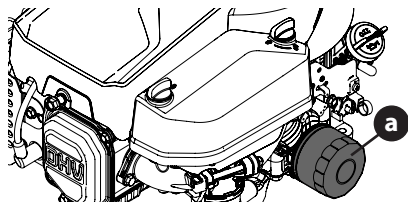

Figura 10
Este motor está equipado con un spin-en el filtro de aceite que debe cambiarse cada vez y cambio de aceite se realiza, cada temporada o de 50 horas (Figura 10).
2. Quite el filtro de aceite (a) (Figura 10). Deseche el aceite viejo filtro correctamente.